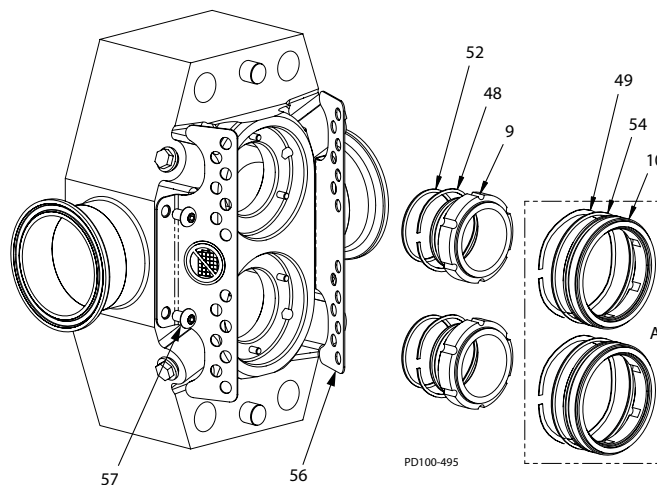

Figura 53 - Instalación de los sellos de eje
3. Instale el anillo O del sello interior (Figura 53, renglón 52) en la ranura del sello interior y fije el resorte de ondulación (elemento 48) al cuerpo de los sellos interiores (elemento 9).
5. Fije los protectores (Figura 53, renglón 56) al cuerpo con los tornillos de cabeza redondeada (elementos 57).
6. En las bombas dotadas de sellos dobles (Figura 53, recuadro A):
- Instale el anillo O del sello exterior (Figura 53, renglón 54) en la ranura del sello exterior (elemento 10).